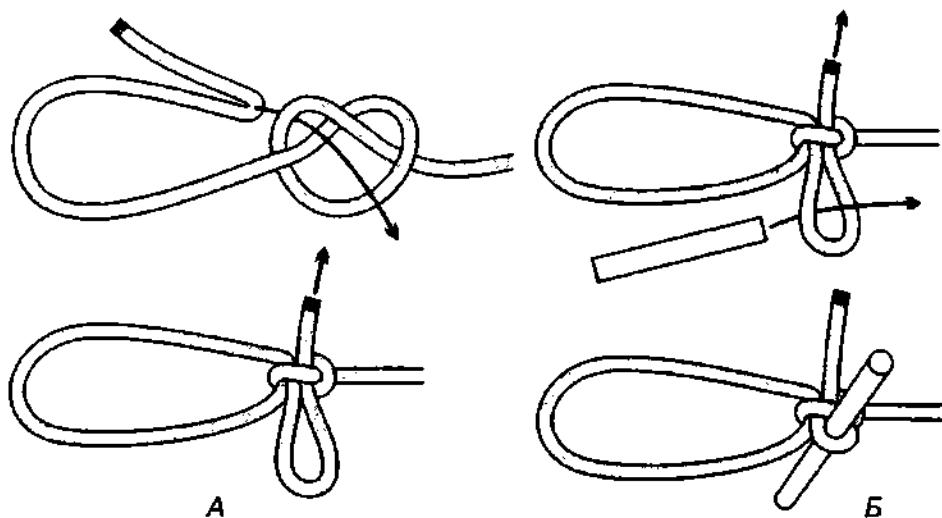

Рис. 197. А – быстроразвязывающийся скотский узел; Б – скотский узел с клевантом.
**Скотский узел**, завязанный с петелькой, несколько крепче обычного **скотского узла** (рис. 197 А). Если в петельку вставить клевант, то крепость и безопасность **скотского узла** значительно повышается (рис. 197 Б). Такой узел уже способен выдерживать переменную нагрузку, и даже резкие рывки узлу с клевантом совершенно не грозят.